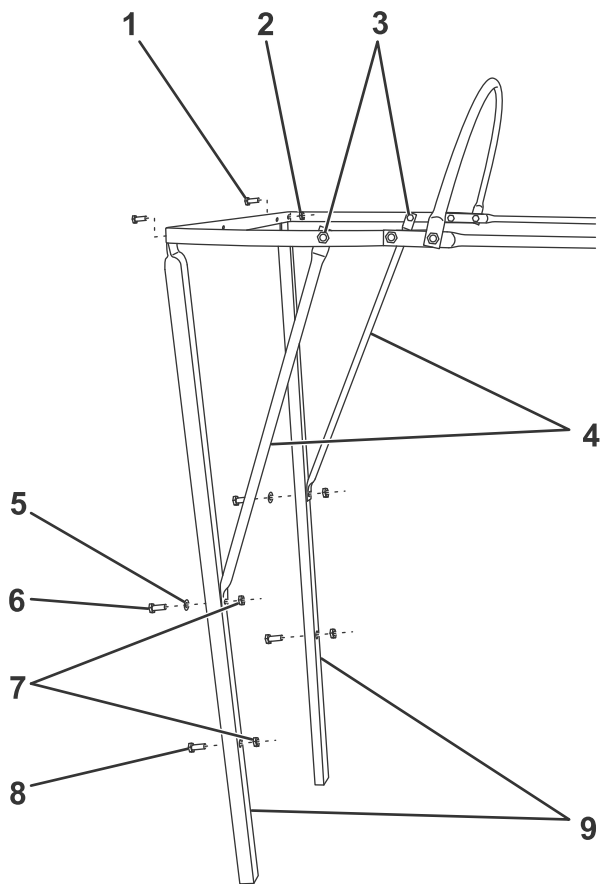

Figura 3
8. Fissate senza serrare i supporti di ancoraggio ai montanti con 2 bulloni ($\frac{1}{4}$ " x $1\frac{1}{4}$ "), rondelle e dadi di bloccaggio (Figura 3).
9. Fissate senza serrare la parte superiore dei supporti di ancoraggio e dei montanti all'arco posteriore con 4 bulloni ($\frac{1}{4}$ " x $\frac{5}{8}$ "") e rondelle di bloccaggio (Figura 3).
10. Montate i 2 bulloni rimanenti ($\frac{1}{4}$ " x 1"") attraverso i fori inferiori dei supporti di ancoraggio e fissateli con dadi di bloccaggio (Figura 3).